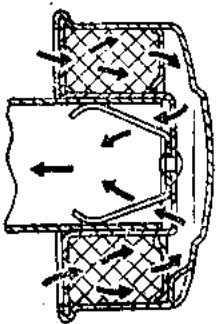

Рис. 20. Фильтр вентиляциии картера двигателя.
4. Фильтр вентиляциии картера (рис. 20) двигателя при каждом ТО-1 снимайте и промывайте в керосине. Затем опустите в масло для двигателя, выньте и дайте стечь избытку масла, ставьте на место.